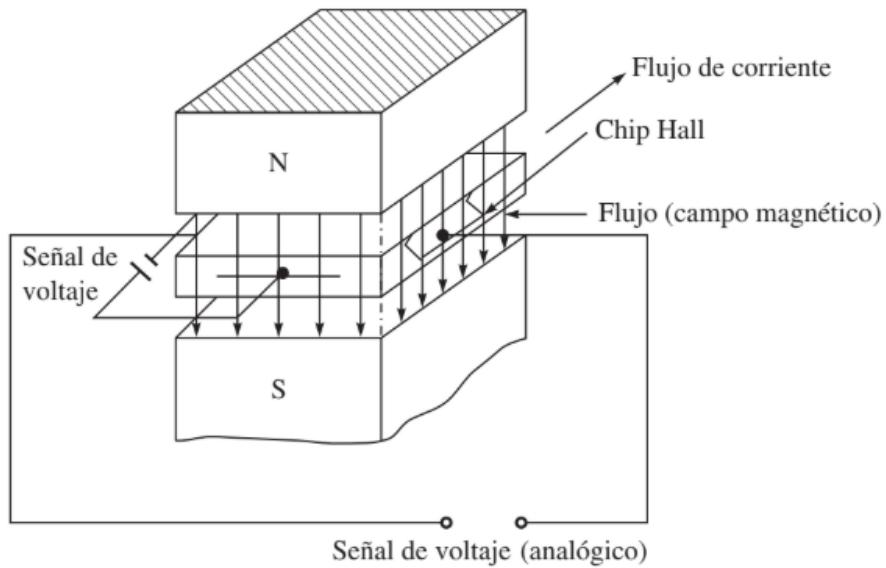

Figura 7: Sensor Hall
- **Sensor de efecto Hall:** El principio de este sensor es el siguiente: Si una pieza plana de material conductorivo llamada chip Hall se sujeta a una diferencia de potencial en sus dos lados opuestos como se indica en la figura 7, entonces el voltaje que se genera a través de las caras perpendiculares es cero. Pero si un campo magnético se induce en ángulos rectos al conductor, el voltaje se genera en las otras dos caras perpendiculares. Entre más alto sea el valor de campo, más lo será el nivel de voltaje. Si se utiliza un imán anular, el voltaje producido será proporcional a la velocidad de rotación del imán.